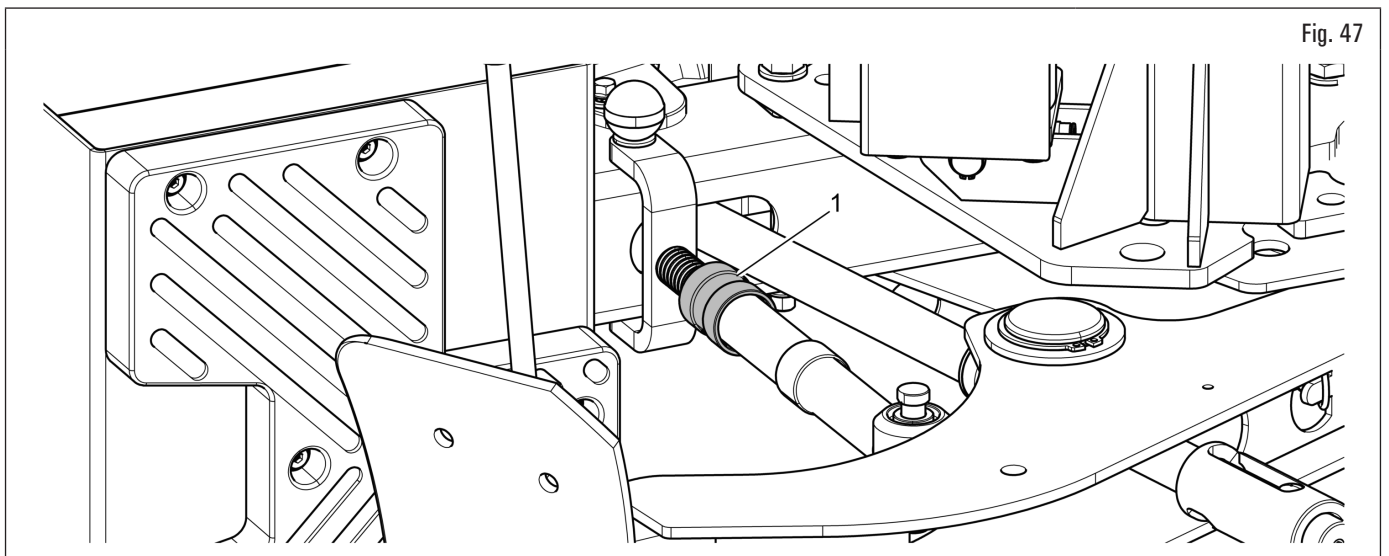

Fig. 47
2. régler la course du limiteur course décolle-pneus en agissant sur sa bague de réglage (Fig. 47 réf. 1), de manière à ce que la palette puisse pénétrer au-delà du bord de jante sur une hauteur égale à la hauteur d'une cale de la rallonge pousse-talon ;